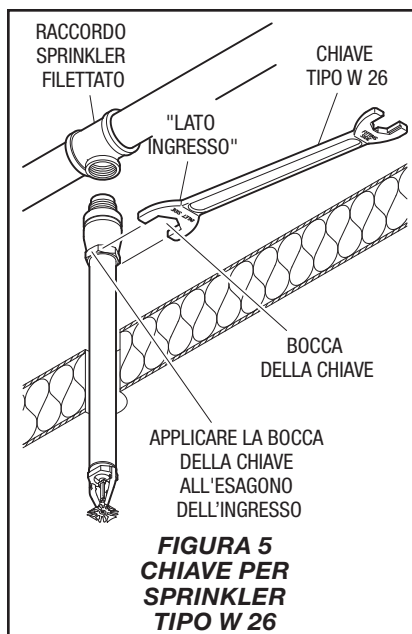
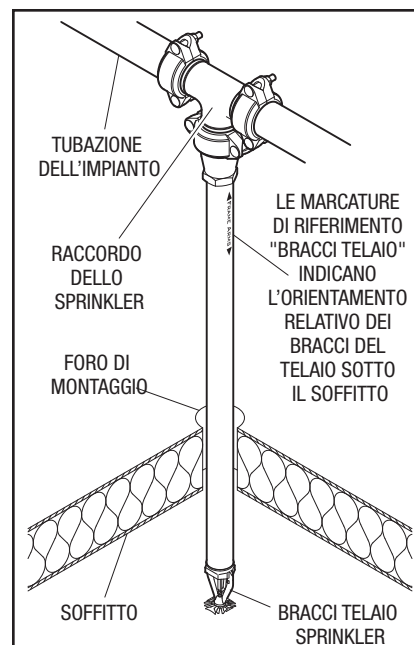

FIGURA 5
FIGURA 6
Se uno sprinkler che utilizza un attacco filettato (cioè non scanalato) deve essere sostituito, per rimuovere lo sprinkler usare solo la chiave per sprinkler di tipo W 26. Impegnare interamente la chiave sull'esagono di ingresso (Figura 5). Sostituire con il nuovo sprinkler seguendo le istruzioni di installazione riportate in questa sezione.
Nota: installare lo sprinkler pendent a secco modello ESFR-17 nella posizione illustrata nella Figura 5 sollevandolo con cautela attraverso il foro. Il deflettore dello sprinkler pendent deve essere parallelo al soffitto.
Passo 2. Per serrare lo sprinkler a secco modello ESFR-17 usare solo la chiave per sprinkler tipo W 26, impegnandola completamente con gli esagoni di ingresso (Figura 5). Come riferimento, è possibile usare la marcatura "BRACCI TELAIO" per allineare i bracci del telaio con la tubazione dell'impianto come illustrato nella Figura 6.
Passo 3. installare lo sprinkler pendent a secco modello ESFR-17 nella posizione illustrata nelle Figure 4 e 7 sollevandolo con cautela attraverso il foro di montaggio. Il deflettore dello sprinkler pendent deve essere parallelo al soffitto. Inoltre, verificare che le marcature "BRACCI TELAIO" sulla struttura dello sprinkler siano allineate con la tubazione dell'impianto (Figura 6).